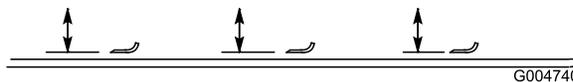

Figura 85
2. Ruotate la lama fino a quando le estremità non sono rivolte in avanti e indietro e misurate la distanza tra l'interno del piatto di taglio e il tagliente sulla parte anteriore della lama (Figura 85).